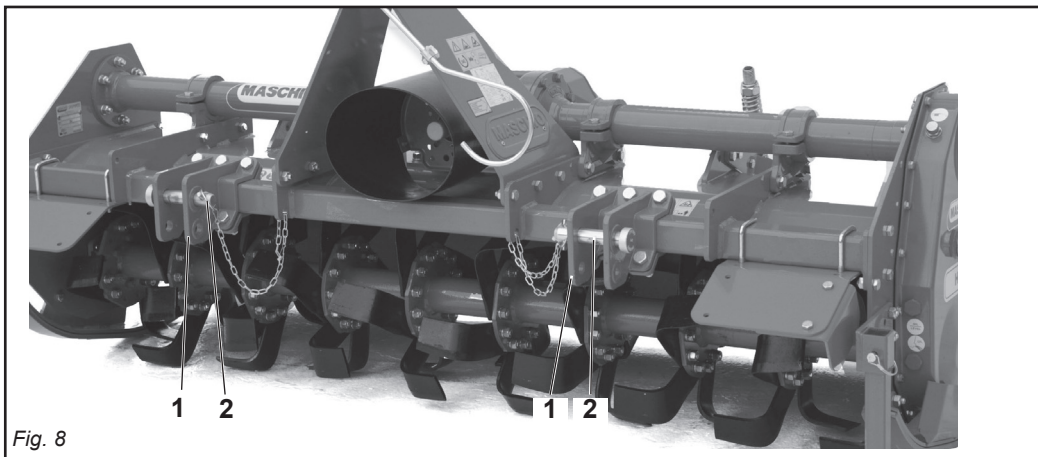

Fig. 8
In base alle dimensioni specifiche di questi 2 tipi di attacchi dei trattori è necessario determinare la posizione più favorevole della macchina spostando opportunamente sul tubo quadro le piastre (1 Fig. 8) e inserendo i perni (2 Fig. 8) nei fori corrispondenti al giusto diametro delle parallele del trattore.
Depending on the precise dimensions of these two types of hitches, find the best position for the machine by moving the plates (1 Fig. 8) along the square tubular and inserting the pin (2 Fig. 8) in the holes corresponding to the correct diameter for the tractor's parallel arms.
En fonction des dimensions spécifiques de ces deux types d'attelages des tracteurs il faut déterminer la position la plus favorable de la machine en déplaçant, sur le tube carré, les plaques (1 Fig. 8) et introduire les axes (2 Fig. 8) dans les trous correspondant au bon diamètre des parallèles du tracteur
Alle Maschinen können an jedem beliebigen Schlepper mit Universal-Dreipunktaufhängung der 1. und 2. Kategorie angebaut werden. Aufgrund der spezifischen Abmessungen dieser beiden Schlepperanschlüsse kann man die günstigste Position der Maschine festlegen, indem man die Platten (1 Abb. 8) auf dem Vierkantröhr verschiebt und die Bolzen (2 Abb. 8) in die entsprechenden Bohrungen mit dem richtigen Durchmesser auf dem Schleppergestänge einsteckt.
En relación a las dimensiones específicas de estos dos tipos de enganche de los tractores hace falta determinar la posición más favorable de la máquina desplazando oportunamente en el tubo cuadrado las placas (1 Fig. 8) e introduciendo los pernos (2 Fig. 8) en los orificios correspondientes al correcto diámetro de las paralelas del tractor.
Le piastre (1 Fig. 8) vanno montate sempre e solo come mostrato in Fig. 8 con i fori posizionati anteriormente al tubo quadro.
- 1) Accostare le parallele del sollevatore ponendole all'interno delle piastre (1 Fig. 8), inserire il perno (2 Fig. 8) nel foro predisposto e bloccare con le copiglie a scatto.
The plates (1 Fig. 8) must always and only be mounted as shown in Fig. 8 with the holes towards the front of the square tubular.
- 1) *Near the lift bars, setting them in the most suitable plates (1 Fig. 8). Insert the pin (2 Fig. 8) into the relative hole and lock in place with the snap-in split pins.*
Les plaques (1 Fig. 8) doivent obligatoirement être montées comme illustré dans la Fig. 8 en utilisant les trous placés à l'avant du tube carré.
- 1) Approchez les barres du relevage en les plaçant à l'intérieur des plaques les plus appropriées (1 Fig. 8), introduisez l'axe (2 Fig. 8) dans le trou correspondant et bloquez par les goupilles à encastrement.
Die Platten (1 Abb. 8) dürfen nur und ausschließlich so montiert werden, wie es in Abb. 8 gezeigt ist, nämlich mit den Bohrungen, die vor dem Vierkantröhr angeordnet sind. Der Hersteller haftet nicht für die Beschädigung der Maschine oder des Schleppers infolge der Nichtbeachtung dieser Angabe.
- 1) *Die Lenker des Krafthebers annähern und in die am besten geeigneten Platten schieben (1 Abb. 8). Den Bolzen (2 Abb. 8) in das Loch stecken und mit dem einrastenden Splint blockieren.*
Las placas (1 Fig. 8) deben ser montadas siempre y solamente según lo indicado en la Fig. 8 con los orificios posicionados delante del tubo cuadrado. La firma constructora no es responsable de rupturas en la máquina o en el tractor originadas por falta de respeto de esta indicación
- 1) Acercar las barras del elevador poniéndolas dentro de las placas más indicadas (1 Fig. 8), introducir el perno (2 Fig. 8) en el orificio y bloquear con los pasadores de resorte.